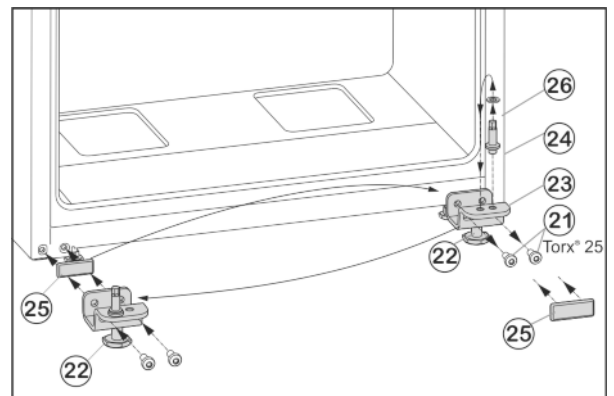

Fig. 7
- ▶ Befestigungsschrauben Fig. 7 (21) abschrauben.
- ▶ Lagerbock unten Fig. 7 (23) komplett mit Lagerbolzen Fig. 7 (24), Scheibe Fig. 7 (26) und Stellfuß Fig. 7 (22), abnehmen.
- ▶ Lagerbolzen Fig. 7 (24) komplett mit Scheibe Fig. 7 (26) abschrauben, in das gegenüberliegende Aufnahmeloch des Lagerbocks umsetzen und wieder festschrauben.
- ▶ Abdeckplatte Fig. 7 (25) vorsichtig abnehmen und auf die Gegenseite umsetzen.
- ▶ Lagerbock unten Fig. 7 (23) komplett, mit Lagerbolzen Fig. 7 (24), Scheibe Fig. 7 (26) und Stellfuß Fig. 7 (22) auf der neuen Scharnierseite ggf. mit Hilfe eines Akkuschaubers **fest (mit 4 Nm)** wieder anschrauben.
- ▶ Tür von oben auf Lagerbolzen Fig. 7 (24) aufsetzen.
- ▶ Stellfuß Fig. 7 (22) am Lagerbock unten Fig. 7 (23) herausdrehen, bis er auf dem Boden aufliegt.